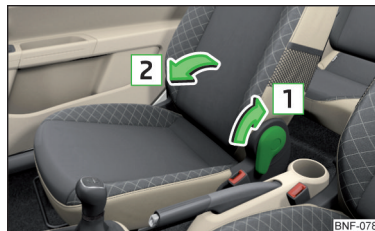

Abb. 53
- Zum **Vorklappen** den Hebel in Pfeilrichtung **1** ziehen und die Sitzlehne in Pfeilrichtung **2** vorklappen » Abb. 53. Die Verriegelung muss hörbar einrasten.